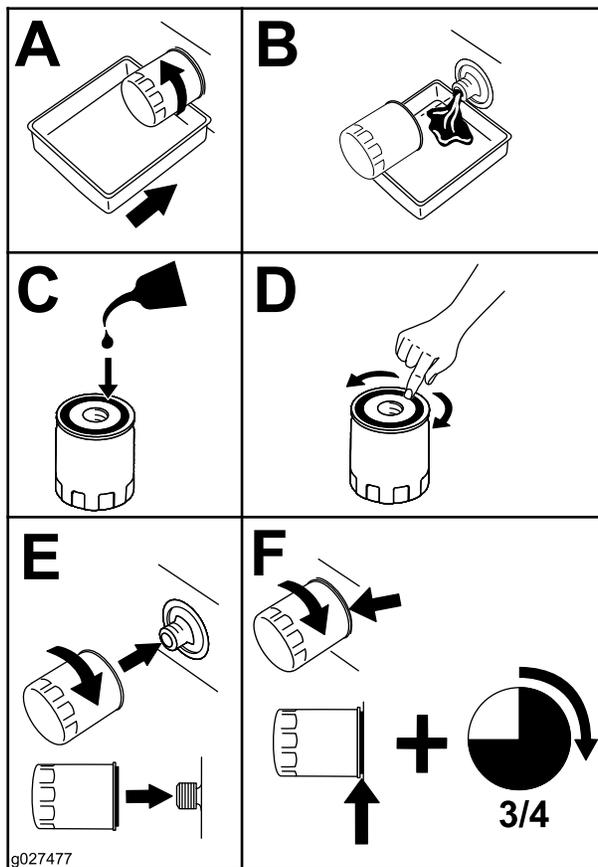

Figura 33
5. Sustituya el filtro de aceite del motor (Figura 33).